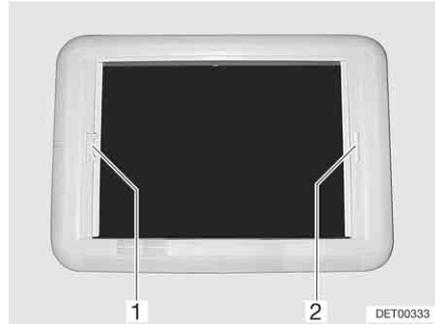

Bild 61 Heki-Dachhaube, Rollo-Verriegelung
- Verdunklungsrollo am Griff (Bild 61,2) zum gegenüberliegenden Griff des Insektenschutzrollos (Bild 61,1) ziehen und einrasten lassen.
- Mit der anderen Hand die Entriegelungsleiste am Griff des Insektenschutzrollos (Bild 61,1) in Richtung Griff drücken. Die Verriegelung wird gelöst.
- Insektenschutzrollo am Griff (Bild 61,1) zum gegenüberliegenden Griff des Verdunklungsrollos (Bild 61,2) ziehen und einrasten lassen.
- Insektenschutzrollo (Bild 61,1) am Griff festhalten und die Entriegelungsleiste in Richtung Griff drücken. Die Verriegelung wird gelöst.